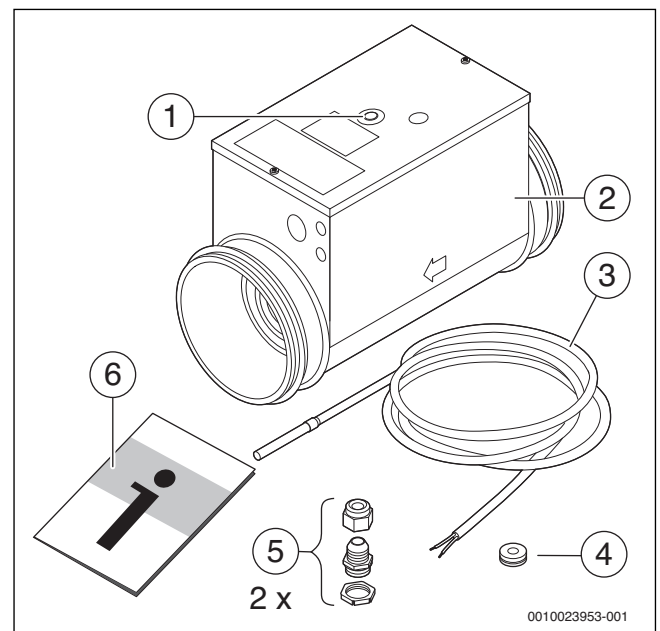

Bild 2 Lieferumfang
- ▶ Nach Beseitigung der Störung: Reset-Knopf auf dem Deckel des Heizregisters drücken (→ Bild 2, Seite 3). Der Überhitzungsschutz ist zurückgestellt.